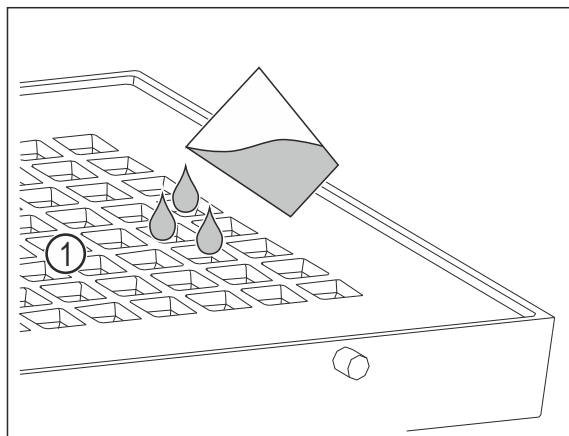

Fig. 93
- Ne pas verser plus de 400 ml (13.53 oz) d'eau dans les trous Fig. 93 (1) du couvercle.